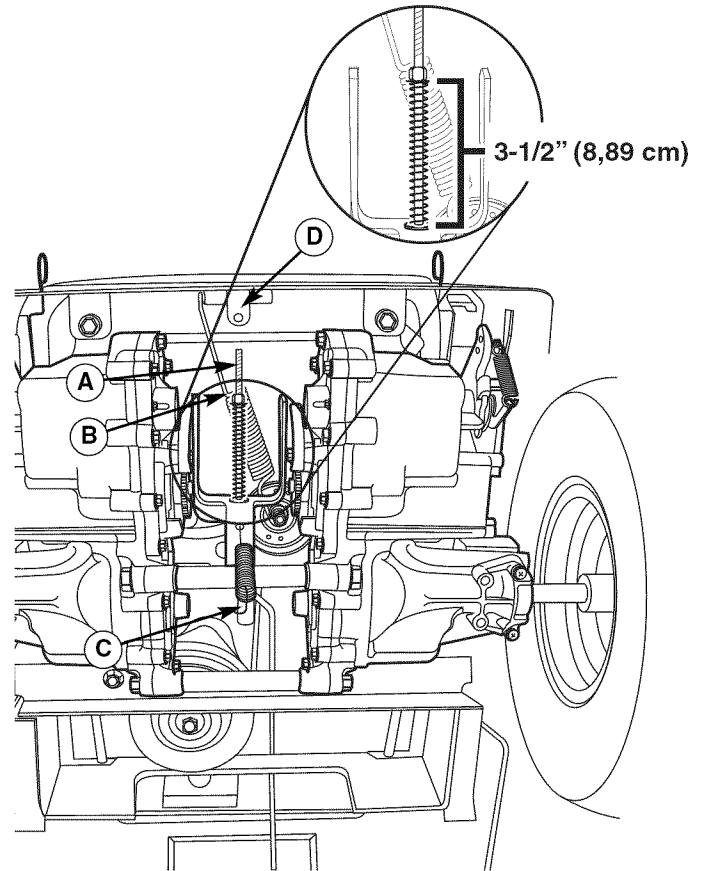

Figura 38. Ajuste del freno
4. Ubique la varilla del freno (A, Figura 38) y la tuerca de ajuste (B).
5. Mida el resorte del freno de mano. Su largo comprimido, con la palanca del freno de mano en la posición ENGAGE (ENGRANAR), debe ser de 8.89 cm (3-1/2"). Ajuste el largo del resorte girando la tuerca de ajuste (B), si fuera necesario.